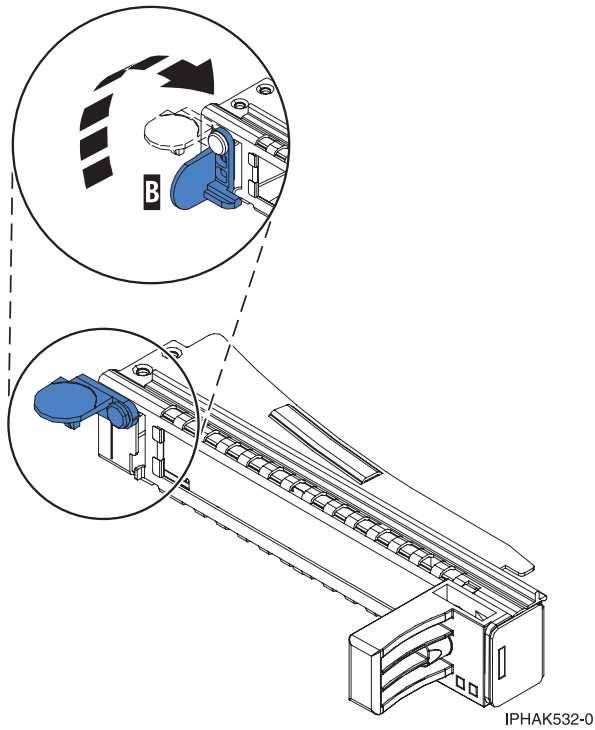

Figura 21. Apertura de la abrazadera de la contrapunta
- a. Para desbloquear la contrapunta de relleno, gire el pestillo (**B**) del final de la contrapunta de la casete, como se muestra en la Figura 21 en la página 20.